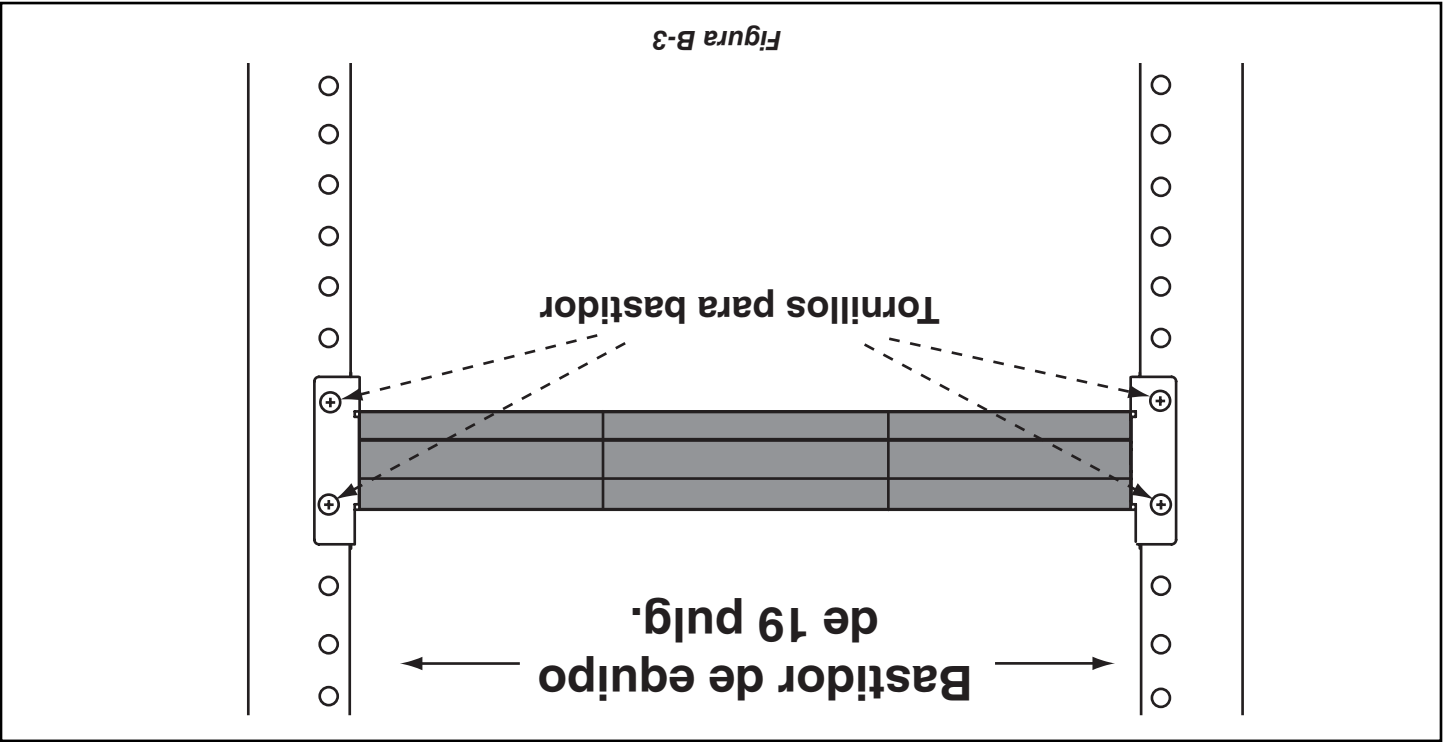

Figura B-3
3. Once the unit is securely mounted, install the entire assembly into a standard 19" equipment rack from the front using four rack screws (not included) as shown in **Figure B-3**.
3. Una vez que la unidad esté bien montada, instale el conjunto completo en un bastidor de equipo de 19 pulg. estándar desde la parte frontal, usando cuatro tornillos para bastidor (no se incluyen) como se indica en la **Figura B-3**.